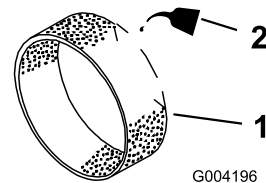

Figura 156
- Ponga de 3 a 6 cl de aceite en el prefiltro (Figura 156).